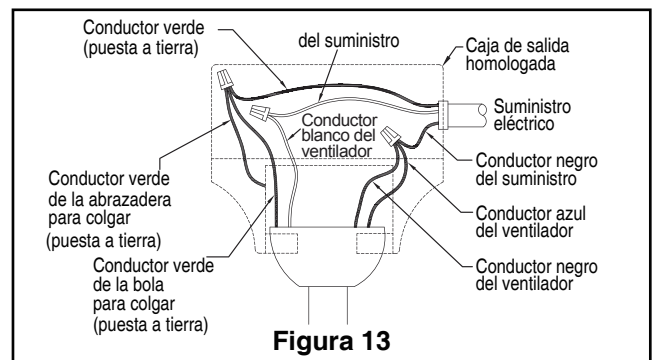

Figura 13
- ☐ 3. Luego de empalmar los cables y realizar la conexión, sepárelos y dóblelos hacia arriba con el conductor con conexión a tierra y el conductor con conexión a tierra del equipo debe ir en un lado de la caja de distribución eléctrica y el conductor sin conexión a tierra debe ir del otro lado. (Figura 13)